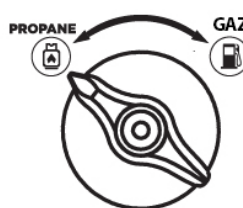

Figure 8 : Tourner le sélecteur de carburant sur la position PROPANE
- b. Tournez le bouton du sélecteur de carburant sur **PROPANE** (voir Figure 8).